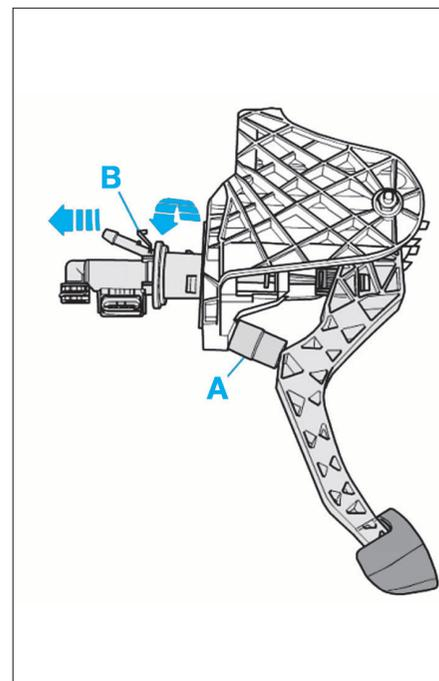

FIG. 13
- Placer une entretoise (A), d'une longueur de 40 mm, entre la pédale et la butée et pousser la pédale d'embrayage vers l'entretoise (Fig.13).
- Déverrouiller la goupille (B) et déposer le cylindre émetteur comme indiquer sur la figure.